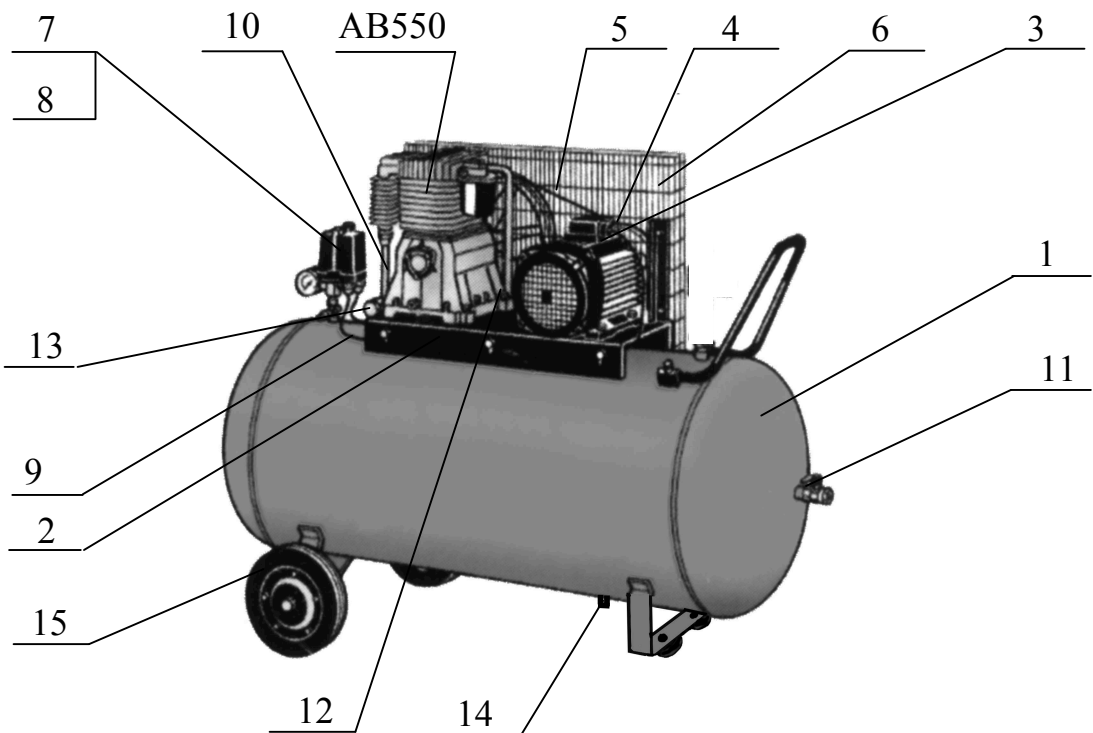
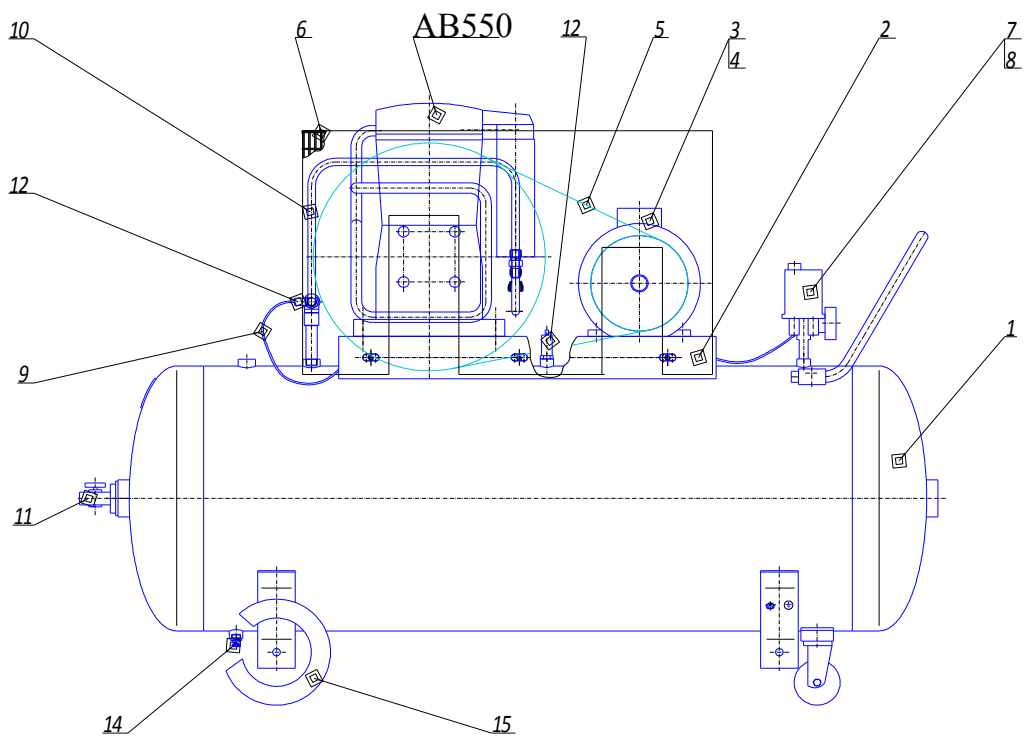
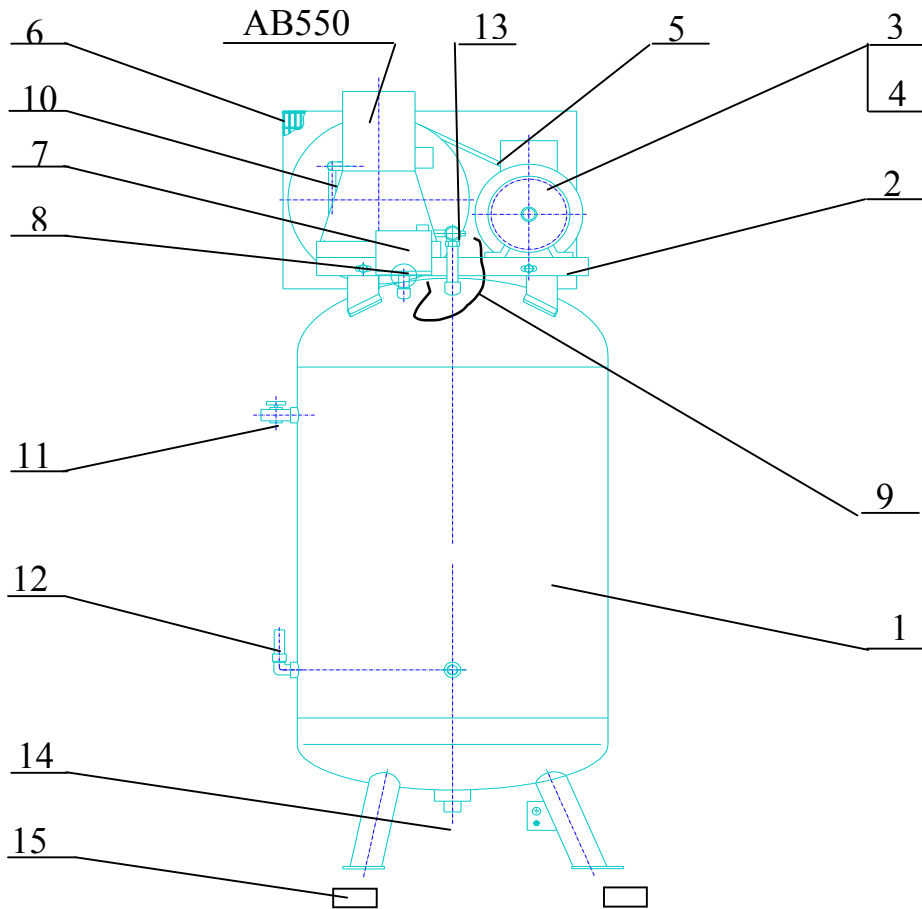
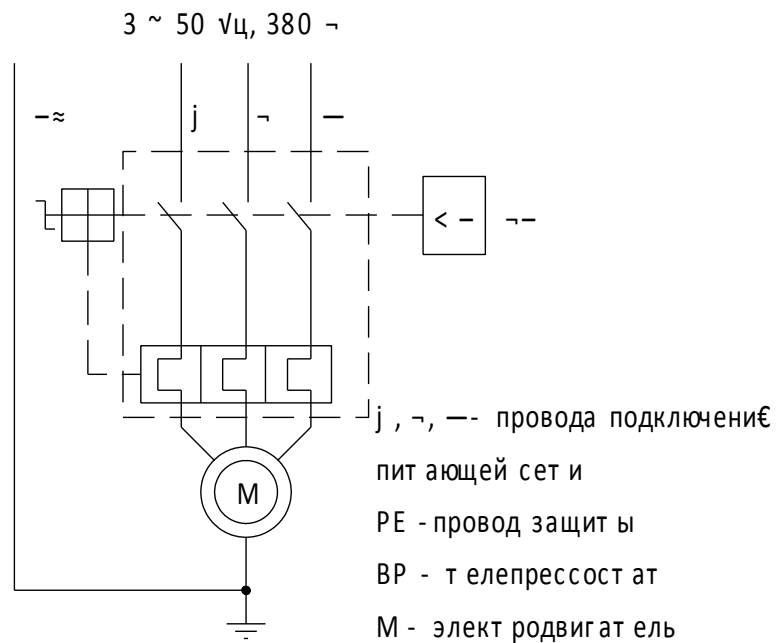

Рис. 1
Рис. 2
Рис. 3
Рис. 4
2.8. Общий вид компрессора представлен на рис. 1, 2, 3, схема электрическая принципиальная – на рис. 4.
Примечание: Комплект колес и амортизаторов для компрессоров АВ 50-550, АВ 100-550 (поз. 15, см. рис. 1), АВ200-550 (поз. 15, см. рис. 2), комплект амортизаторов для компрессора АВ 270-550В (поз. 15, см. рис. 3), а также детали их крепления упакованы отдельно.
5.1. Компрессор (рис.1) состоит из следующих основных сборочных единиц и деталей: блока поршневого АВ550, ресивера (воздухосборника) 1, платформы 2, электродвигателя 3 со шкивом 4, клиновых ремней 5, защитного ограждения 6, телепрессостата 7, манометра 8, воздухопровода сброса давления 9, нагнетательного воздухопровода 10, крана 11, клапана предохранительного 12, клапана обратного 13, крана слива конденсата 14, колес и амортизаторов 15.
Ресивер (воздухосборник) 1 (см. рис. 1) служит для сбора сжатого воздуха, устранения пульсации давления, отделения конденсата и масла. Ресивер является также корпусом, на котором смонтированы узлы и детали компрессора.